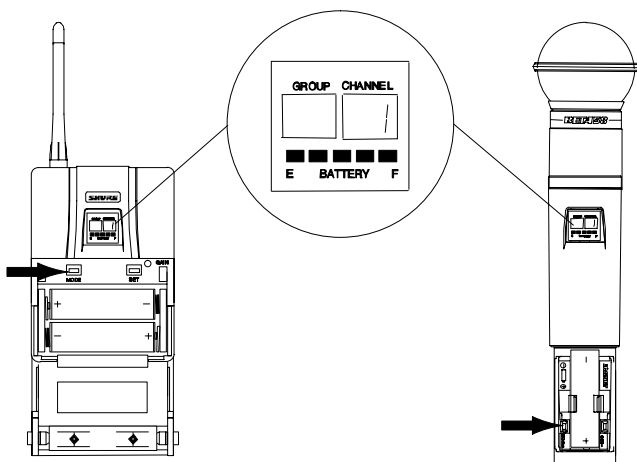

ABBILDUNG 40
5. Die MODE-Taste nochmals drücken, bis nur noch die Kanalziffer angezeigt wird (Abbildung 40).